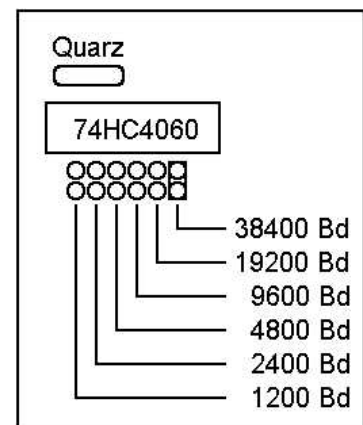

Abb. 6
- umstecken des Jumpers unterhalb des Quarzes (siehe Abb. 6);